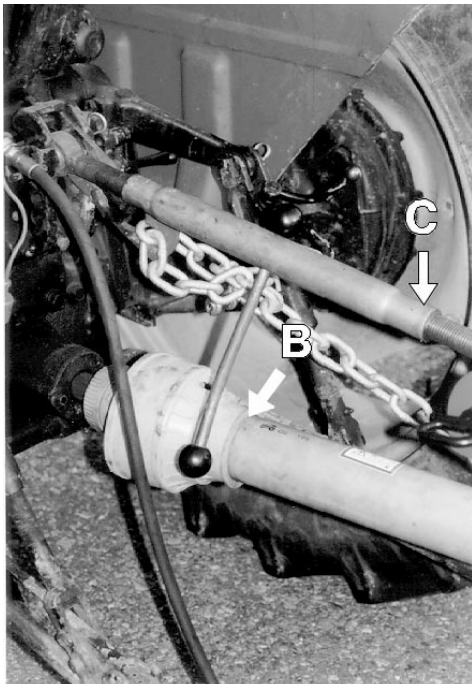

fig.6
- inserire l'albero cardanico **B** (fig.6) e l'attacco 3° punto **C** (fig.6);
- insert the drive line **B** (fig.6) and the 3-point hitch **C** (fig.6);
- accoupler l'arbre à cardans **B** (fig.6) et l'attelage du 3° point **C** (fig.6);
- introducir el árbol de cardán **B** (fig.6) y la conexión del tercer punto **C** (fig.6);
- die Kardanwelle **B** (Abb.6) und den dritten Anschlußpunkt **C** (Abb.6) einstecken;